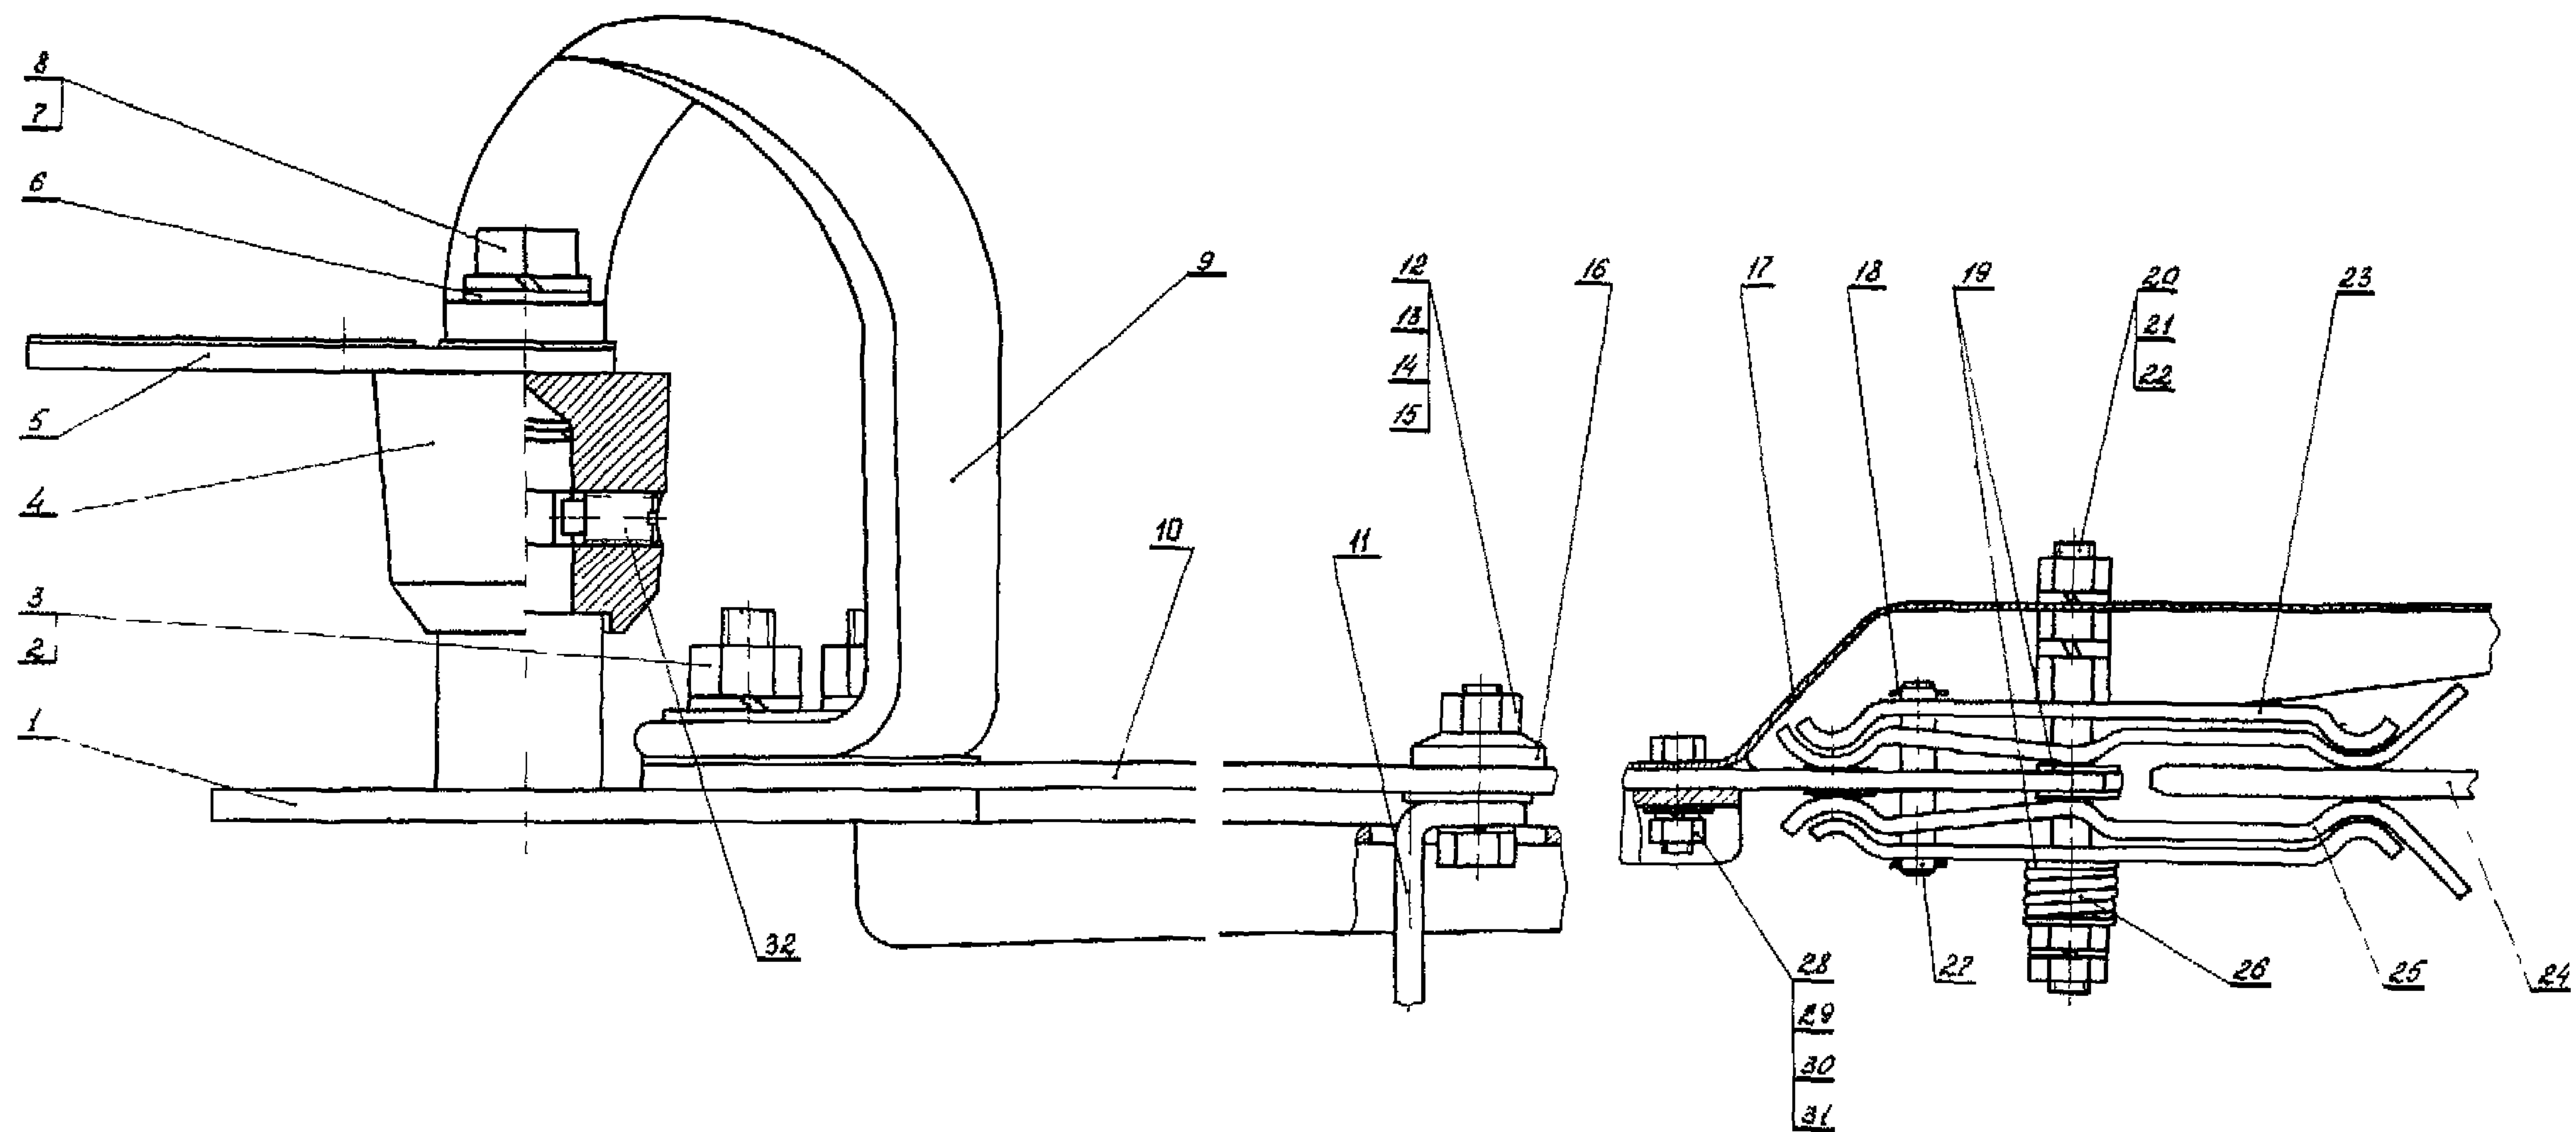

Рис. 6. Контактная система отделителя:
04.1. Вывинтить болты 28 (рис. 6), отвинтить гайку 21 и снять кожух I7.
04.8. Собрать контактную систему согласно рис. 6, предварительно смазав ее техническим вазелином.
04.20. Отвинтить гайки 3 (см. рис. 6), вывинтить винт 32 и вынуть нож из ступицы 4.
05.7. Проверить вытягивающее усилие вдоль оси ламелей разъемного контакта, прикладываемое к вставляемой в разъемный контакт шине толщиной 6 мм, равной толщине неподвижного контакта II (см. рис. 6). Усилие должно быть равно 6-8 кгс.
05.11. Собрать неподвижный контакт II согласно рис.6.